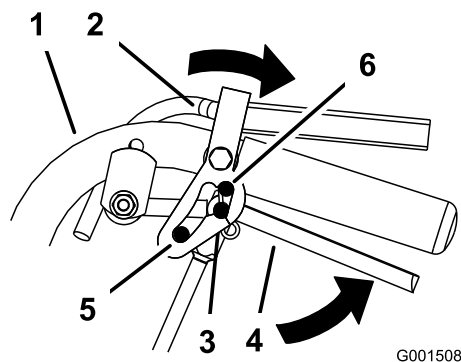

Figura 10
2. Ponga los pulgares en la parte superior de los cierres y muévalos hacia atrás hasta que los pasadores estén en la posición de PUNTO MUERTO (Figura 10).